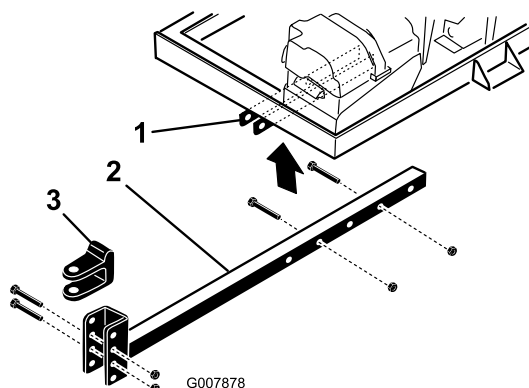

Figure 4
2. Insérez le tube d'attelage dans les supports du cadre (Figure 4). Fixez le tube au cadre avec 2 boulons (3/8 x 3 po) et écrous à embase (3/8 po) serrés à 40 N·m.
- Enlevez les boulons et les contre-écrous de fixation de la chape d'attelage (Figure 4) au tube d'attelage.
- Retirez les boulons et écrous qui fixent le tube d'attelage aux supports du cadre (Figure 4).